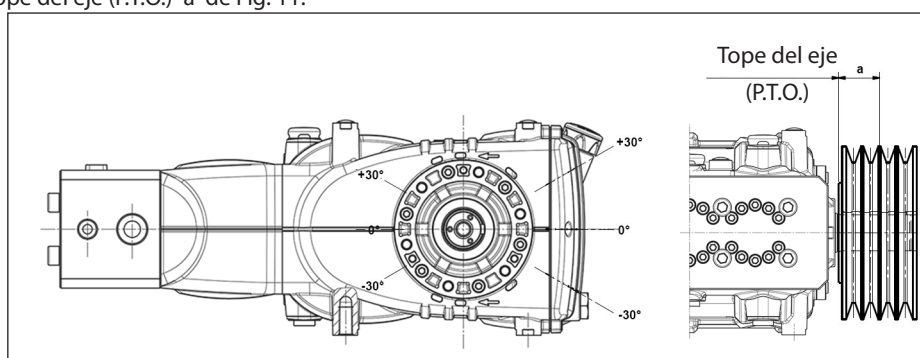

Fig. 11
La carga radial sobre el eje no debe ser superior a 4500 N (valor necesario para definir el Layout). La transmisión es considerada adecuada si tal carga es aplicada a una distancia máxima $a = 50$ mm del tope del eje (P.T.O) como se indica en la Fig. 11.
- b) Utilizar correas de alto rendimiento – por ejemplo **XPB** en lugar de **SPB** – ya que resultará necesario una cantidad inferior de correas en paridad de potencia transmitida y una consecuente distancia inferior de la resultante con respecto al tope del eje (P.T.O.) "a" de Fig. 11.
- e) Seguir la dirección del tiro de la correa como se indica en la Fig. 11 para exigencias diferentes ponerse en contacto con la **Oficina Técnica o Servicio de Asistencia al Cliente**.